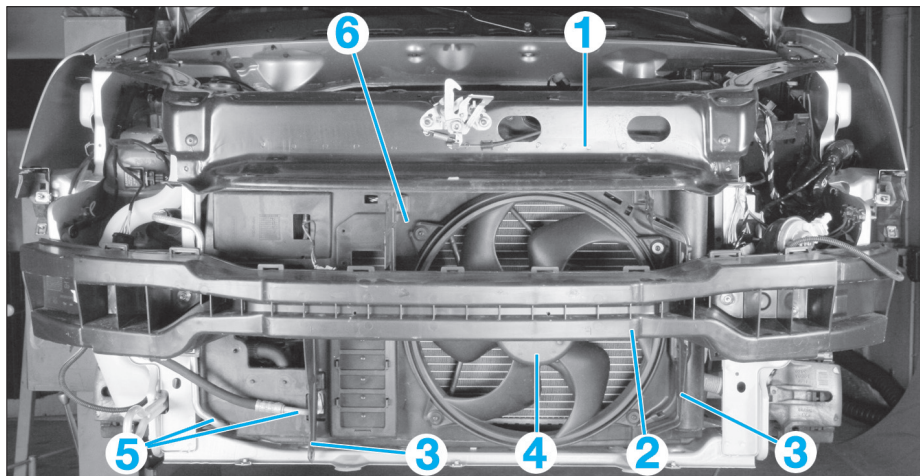

FIG. 48
- la traverse (1) (**Fig.48**),
- le renfort de bouclier (2),
- les déflecteurs d'air latéraux (3).